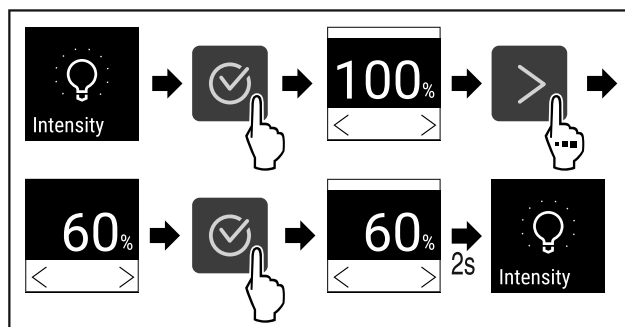

Fig. 89
- ▶ Obavite korake postupka (pogledajte Fig. 89) .